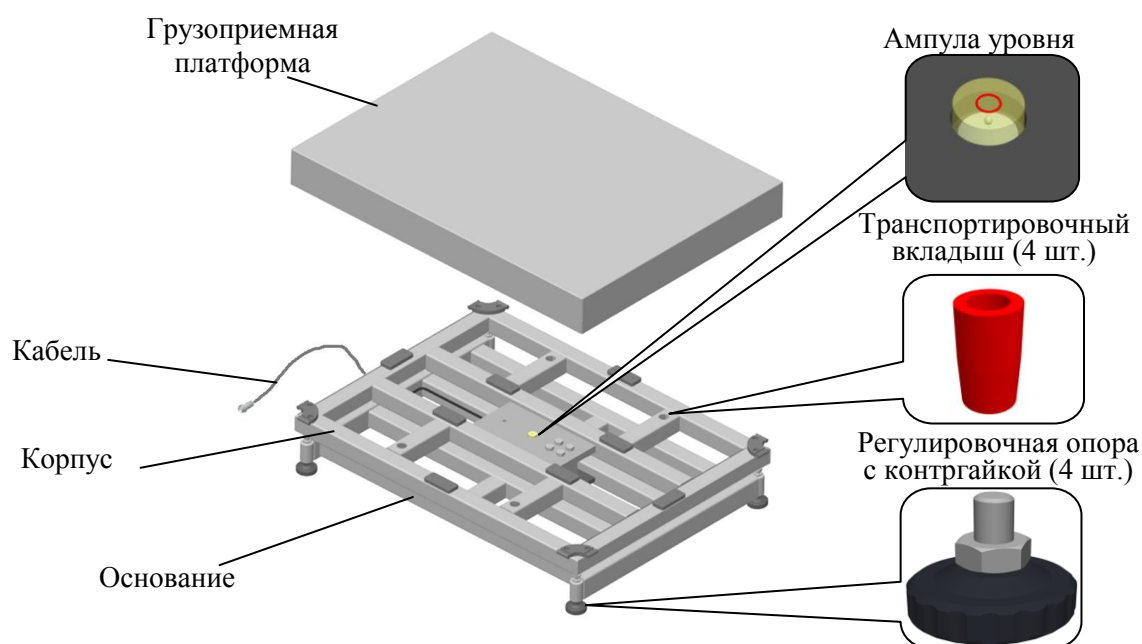

Рисунок 1 – Конструкция модуля
- 3.1.4 Удалите транспортировочные вкладыши (4 шт) (см. рис. 1).
- 3.1.5 Переверните модуль и вверните регулировочные опоры (4 шт) с помощью ключа шестигранного S4 (см. рис. 1).